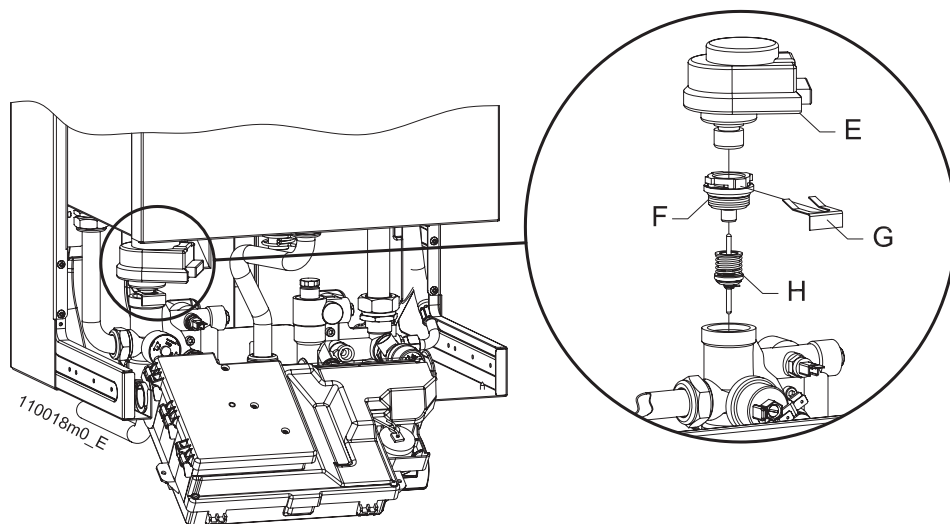

Рисунок 49 - Демонтаж сервомотора
Распределительный клапан (поз. "F" рис.49) производит подачу горячей воды от первичного теплообменника или во вторичный теплообменник для производства ГВС. Если есть необходимость заменить распределительный клапан произвести следующие (см. рис. 47, 48, 49)
- вытянуть наружу весь блок распределительного клапана "F" обращая внимание на наличие накладки "M" рис. 49